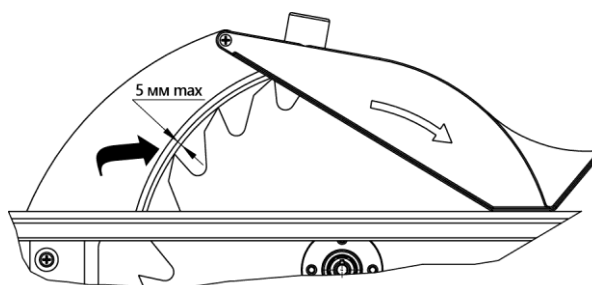

Рисунок 7. Радиальное положение
- выставить зазор между раскливающим ножом и зубьями пильного диска. Зазор должен быть не более 5 мм (рис. 7). Это достигается перемещением раскливающего ножа по наклонному пазу;